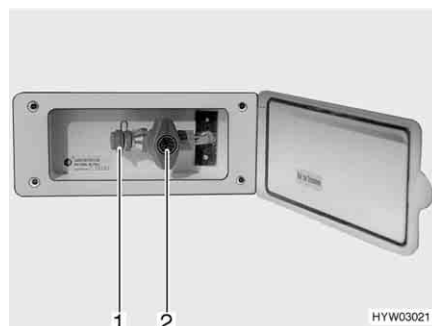

Bild 164 Extern gasanslutning, gasavstängningsventilen stängd
Den externa gasanslutningen (Bild 164) befinner sig, beroende på modell, på fordonets bakdel eller på fordonets vänstra resp. högra sida.
- Anslut den externa gasapparaten till anslutningar (Bild 164,1).
- Öppna gasavstängningsventilen (Bild 164,2).